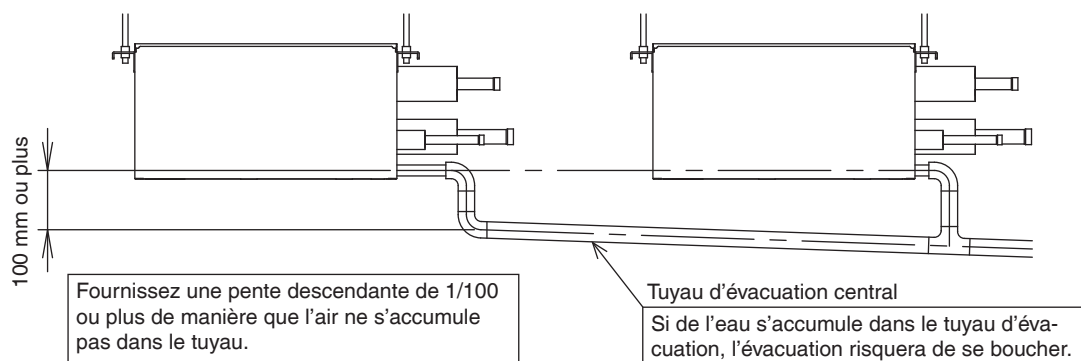

Fig. 9
- Lorsque vous utilisez un tuyau d'évacuation central, suivez les instructions de la **Figure 9**.